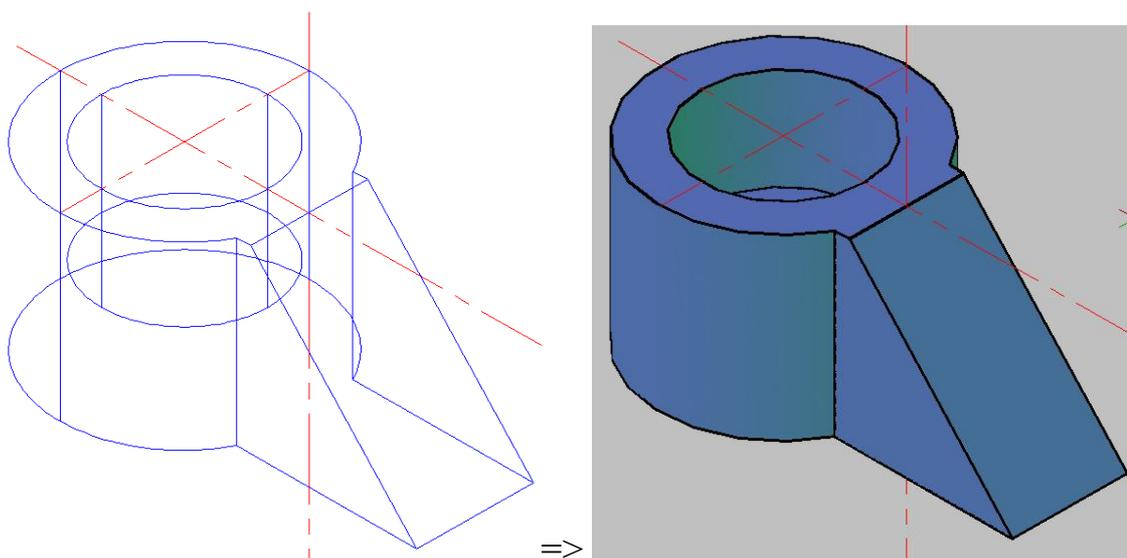

Рис.7
5. В отличие от обычного проекционного изображения деталей при моделировании рёбер жёсткости возникают элементы конструкции детали, требующие более пристального внимания и анализа. Например, примыкание ребра жёсткости к цилиндру возможно в трёх вариантах (рис.7, 8, 9).